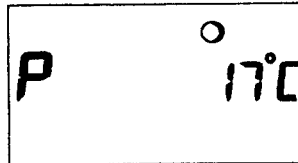

Fig. 4.5
**Med funktionstasten -** (11) kan de sænke nattemperaturen til min. 5° C.
**Med funktionstasten +** (12) kan de øge nattemperaturen til max. 20° C, se fig. 4.5 f. eks. på 17° C.